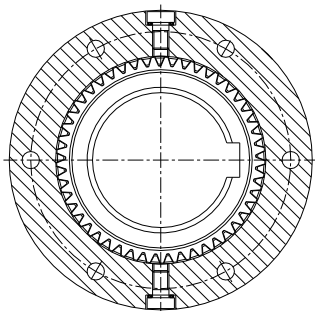

Bild 44: Vertikale Lage der Verschlusschrauben
- Drehen Sie die Kupplung, bis sich die Verschlusschrauben in vertikaler Lage befinden (siehe Bild 44).